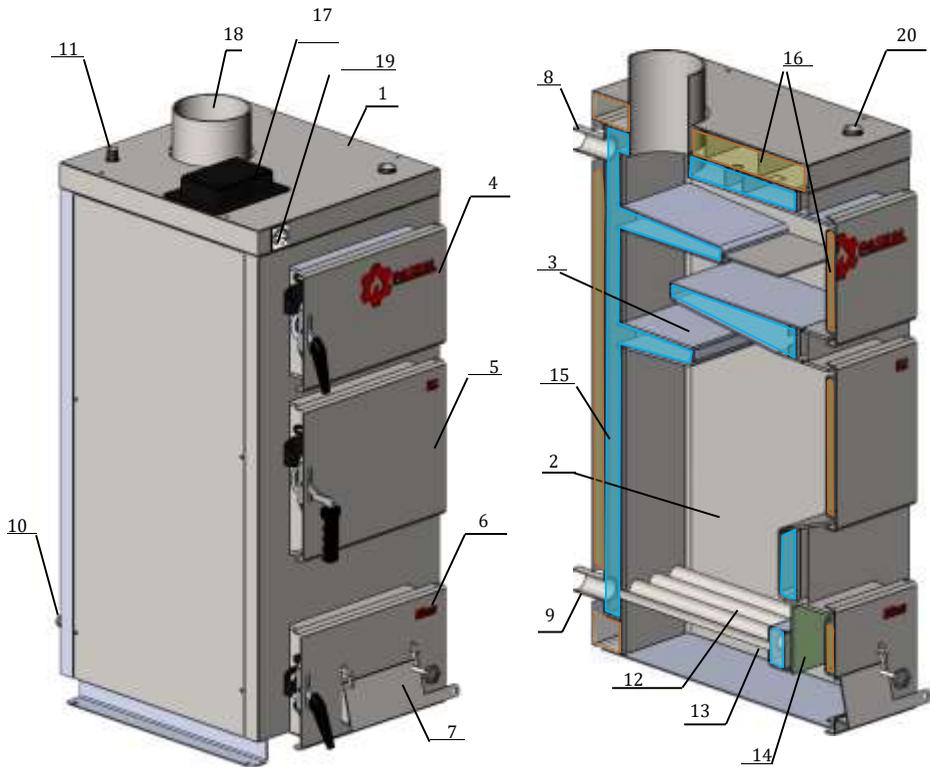

Рисунок 2 – Зовнішній вигляд та основні елементи котла ЕС (ECO)
Конструктивно котел являє собою збірно-зварену конструкцію, що складається з корпусу (поз. 1, рис. 2) з камерою згоряння (топкою) (поз. 2, рис. 2). Конвекційна частина котла складається з трьохходового теплообмінника (поз. 3, рис. 2), який розташований безпосередньо над топкою.
Корпус котла виконаний в формі паралелепіпеду з подвійними стінками, які розділені водними перегородками (поз. 15, рис. 2). На зовнішній поверхні корпусу під декоративною обшивкою та всередині двірчат закріплена теплова ізоляція. (поз. 16, рис. 2). Теплоізоляція в двірцятах виконана з керамоволокна, що використовується при футеруванні промислових термічних печей та має дуже низький показник теплопровідності.
Паливо для процесу спалення завантажується на колосникові ґрати (поз. 12, рис. 2) крізь завантажувальні двірцята (поз. 5, рис. 2). Згоряння палива в топці відбувається за участю повітря, яке постачається крізь вікно клапана подачі повітря (поз. 7, рис. 2), що закривається кришкою, під колосникові ґрати. Кількість повітря, необхідного для процесу згоряння, регулюється за допомогою механічного регулятора (не входить в комплект поставки). Також можливо під'єднання вентилятора до фланця (поз. 17, рис. 2). У такому випадку подача повітря для горіння буде відбуватись через внутрішні канали до повітряних форсунок, розташованих під колосниками (поз. 13, рис. 2)
Підведення і відведення теплоносія здійснюється відповідно через патрубки зворотної мережної води (поз. 9, рис. 2) і прямої мережної води (поз. 8, рис. 2).
Топочні гази виходять у димохід крізь боров (поз. 18, рис. 2), розташований у верхній частині котла.
У верхній частині корпусу котла розташований штуцер для встановлення запобіжного клапана котла (поз. 11, рис. 2). Запобіжний клапан не входить у комплект поставки.
Ревізійний двірцята (поз. 6, рис. 2), що розташовані на передній стінці котла, необхідні для періодичного чищення колосникових ґрат, а також для можливості спорожнення підколосникової зони.
Для можливості періодичного обслуговування (чищення) теплообмінника передбачені двірцята поз. 4 (рис. 2).
Приєднання котла до опалювальної системи необхідно здійснювати за допомогою фланців. Трубопровід прямої мережної води потрібно приєднати до патрубку прямої мережної води (поз. 8, рис. 2). Трубопровід зворотної мережної води потрібно приєднати до патрубку зворотної мережної води (поз. 9, рис. 2).
8.6.1 Провести завантаження палива в топку котла. Для цього відкрити завантажувальні дверцята (поз. 5, рис. 2) та укласти на колосникові грати (поз. 12, рис. 2) шар палива до меж нижньої кромки завантажувальних дверцят. На укладений шар палива розмістити розпалювальний матеріал: папір, тріски, дрова (у переліченій послідовності).
Для забезпечення герметичності дверцят поз. 4-7 (рис. 2) необхідно кожні два тижні змащувати ущільнюючі шнури дверцят графітним мастилом.
Перед повторним завантаження палива необхідно відкрити ревізійні дверцята поз. 6 (рис. 2), відкрити відбивач поз 16 (рис.2), та провести чистку колосникових ґрат за допомогою скребка. Закрити відбивач та дверцята поз. 6 (рис. 2). Потім відкрити завантажувальні дверцята та завантажити необхідну кількість палива. Повторити процедуру розпалювання (див. п. 8.6).